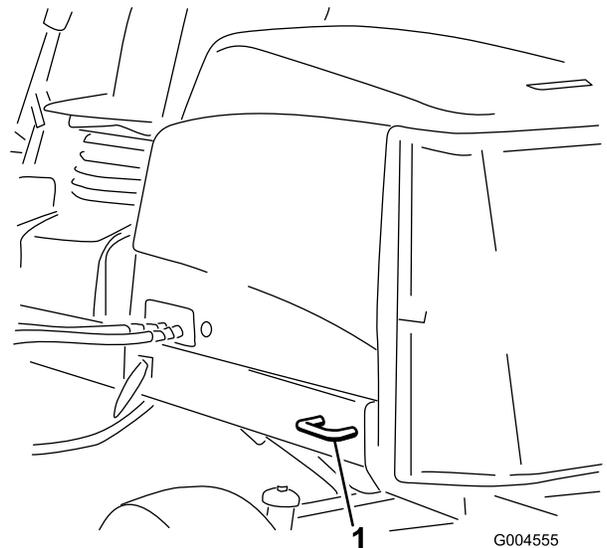

Bild 47
- Hinten: Jede Maschinenseite am hinteren Rahmen (Bild 47).